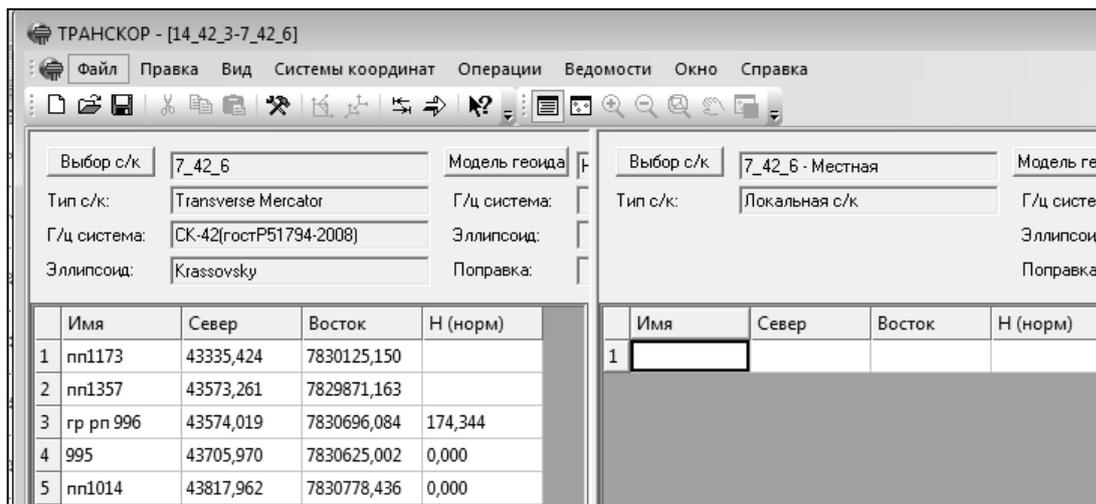

Рис.2.2.
4. В окне проекта в правой панели установите систему координат с именем «7_42_6-Местная». Окно проекта примет следующий вид (рис.2.2)